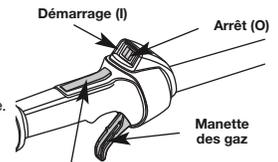

Fig. 10
**REMARQUE:** Il n'est pas nécessaire de faire démarrer la machine. La commande Marche est en position ON (I) en permanence (Fig. 10).
- Mettez le levier d'étranglement en **Position 2** (Fig. 10).
**REMARQUE:** Il n'est pas nécessaire de faire démarrer la machine. La commande démarrage et arrêt est en position démarrage (I) en permanence (Fig. 10).
**SI...** le moteur ne démarre pas après plusieurs tentatives, placez le levier d'étranglement en **Position 3** et pressez la manette des gaz. Enfoncée à plusieurs reprises pendant deux secondes le bouton de démarrage électrique ou de mise en MARCHE de la perceuse (I) jusqu'à ce que le moteur démarre.
- Appuyez sur la commande Marche/Arrêt et maintenez-la en position ARRÊT (O) jusqu'à ce que le moteur s'arrête complètement (Fig. 10).